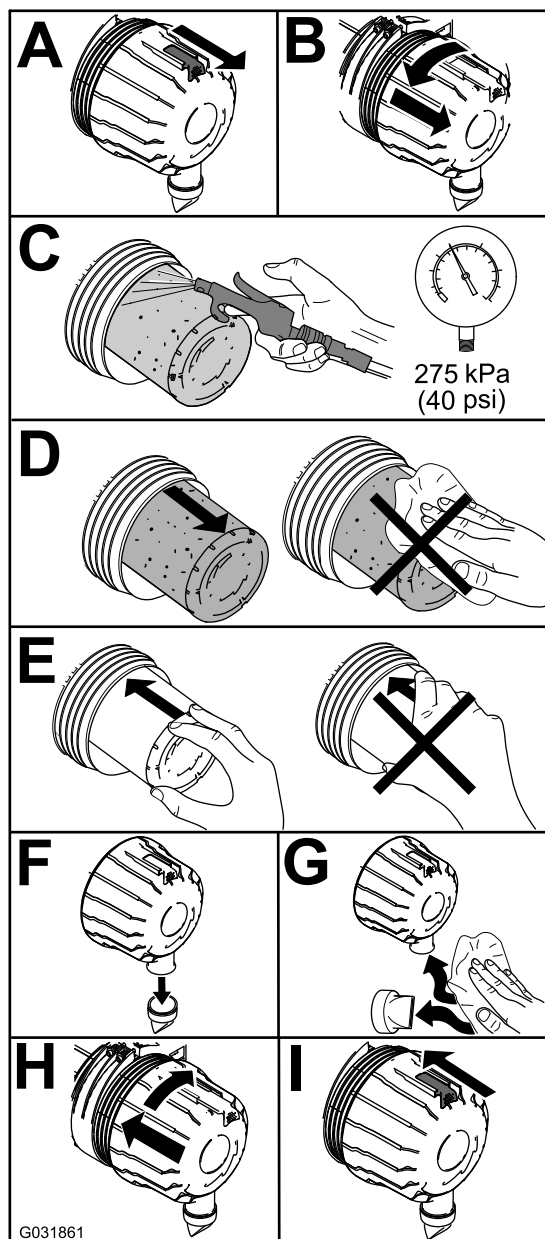

Figura 92
1. Cambie el limpiador de aire (Figura 92).